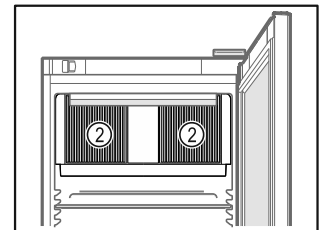

Fig. 61
- Διατηρείτε ελεύθερες τις σχισμές αερισμού Fig. 61 (2) του ανεμιστήρα στο εσωτερικό.